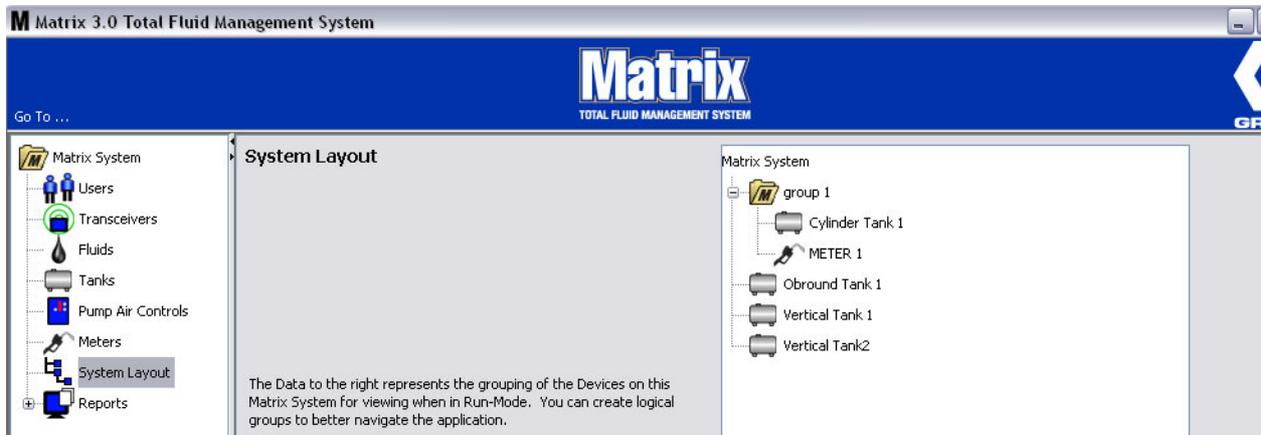

Рис. 98
- После создания или внесения изменений в папки групп нажмите кнопку «ОК» [OK], чтобы закрыть окно и сохранить изменения. Созданная группа(-ы) отображается в столбце «Matrix System» [Система Matrix] (Рис. 98).